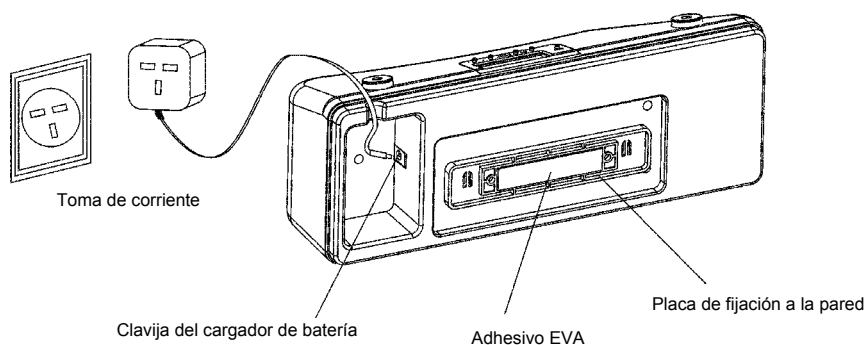

Fig.1
a. El aspirador se puede cargar directamente con el cargador (Fig. 2) o con la base de carga automática (Fig. 1). Si la batería está a punto de agotarse, el indicador pasará a rojo y el Aspirador dejará de aspirar automáticamente y buscará la base de carga automáticamente para recargarse.
d. Si la habitación es demasiado grande y el Aspirador no puede encontrar la base de carga inmediatamente y deja de buscarla, puede devolverlo a la base de carga manualmente. El método es el siguiente: Coloque el Aspirador a 1,5m ante la base, después presione el botón de encendido y el botón MAX (L). O coloque el Aspirador cerca de la placa para que la encuentre automáticamente y comience a cargarse.